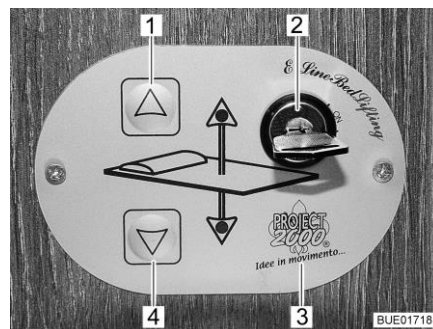

Fig. 50 Elemento di regolazione
È possibile abbassare o alzare il letto basculante tramite i tasti (Fig. 50,1 e 4) presenti sull'elemento di regolazione (Fig. 50,3). L'elemento di regolazione viene bloccato tramite l'interruttore a chiave (Fig. 50,2) per evitarne l'utilizzo accidentale.
- Ruotare la chiave dell'interruttore a chiave (Fig. 50,2) di 90° in senso orario, fino a raggiungere la posizione "On". L'elemento di regolazione (Fig. 50,3) è attivato.
- Premere il tasto freccia (Fig. 50,4) e tenerlo premuto fino a quando il letto basculante raggiunge la posizione desiderata in basso.
- Premere il tasto freccia (Fig. 50,1) e tenerlo premuto fino a quando il letto basculante raggiunge la posizione finale in alto.
Se non si riesce più a spostare il letto basculante con i tasti freccia (Fig. 50,1 e 4), controllare per prima cosa i fusibili (vedi paragrafo 8.9.1). Se i fusibili sono a posto e ciononostante non si riesce a spostare il letto basculante, è possibile muoverlo manualmente in modalità di emergenza.